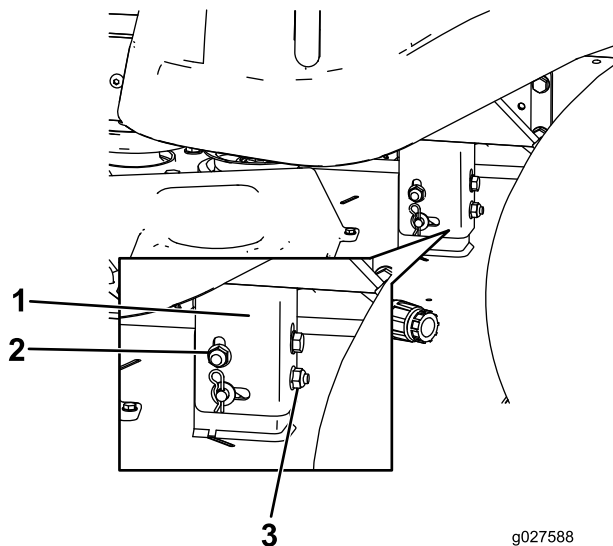

Figura 53
8. Eleve o baje el lado izquierdo de la carcasa de corte girando la tuerca trasera (Figura 53).